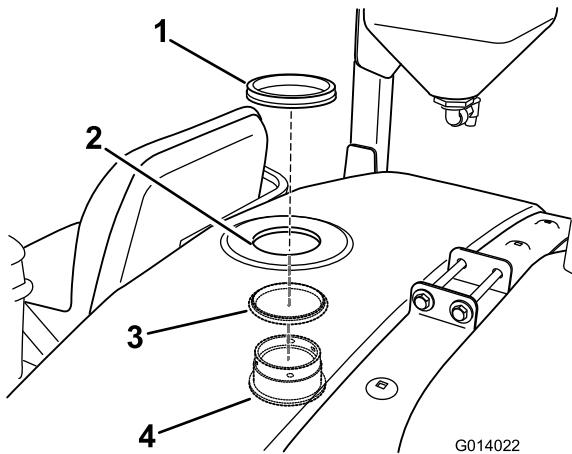

Figure 18
- De l'intérieur de la cuve, passez la traversée et le joint torique à travers l'ouverture découpée (Figure 18).